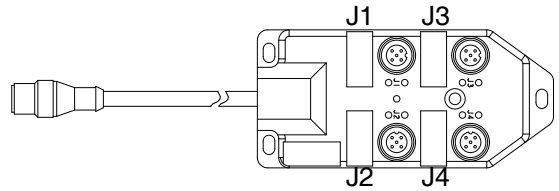

图 19: 安装断接器套件
1. 将堵头连接件（包括在套件中）安装到流体盘空余的孔洞上。参见图 19（第 29 页）。